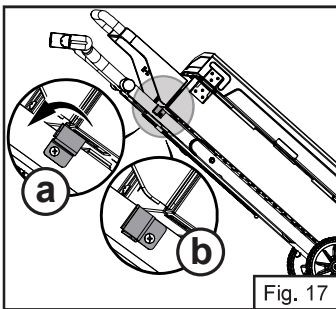

Fig. 17
- Gire el mecanismo de bloqueo de patas en sentido contrario al de las manecillas para liberar las patas. (Fig. 17).